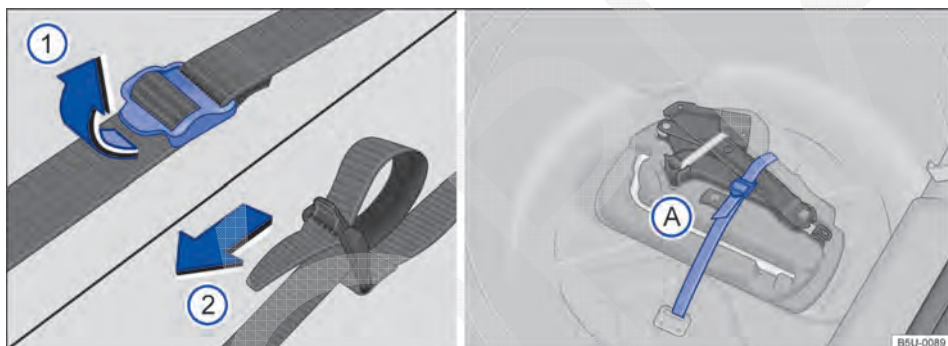

Fig. 160 No compartimento de bagagem: cinta de fixação da caixa de ferramentas e caixa de ferramentas de bordo.
Para soltar a cinta de fixação → Fig. 160 (A), puxar a fivela no sentido da seta ①.